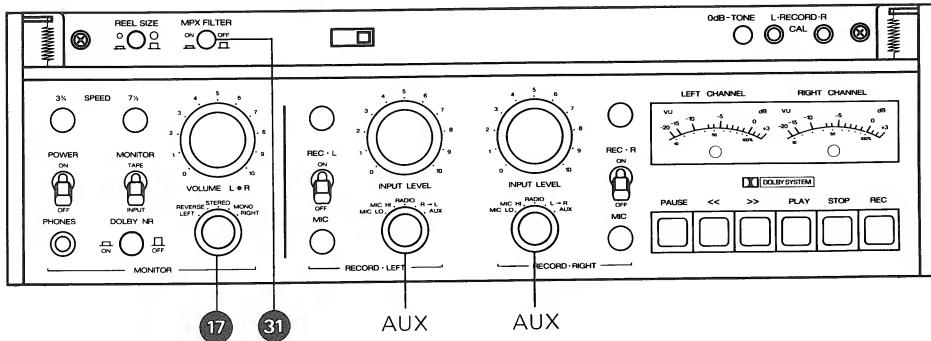

Fig. 9.7.
- Bedienungselemente nach Fig. 9.7. einstellen.
- Adjust operating controls as per fig. 9.7.
- Effectuez les commutations selon la fig. 9.7.